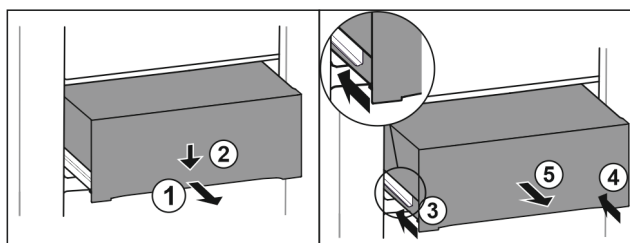

Fig. 70
- Predal izvlecite do polovice. Fig. 70 (1)
- Predal na sprednji strani potisnite navzdol. Fig. 70 (2)
- Levo vodilo potisnite približno 2 cm noter. Fig. 70 (3)
- Desno vodilo potisnite približno 2 cm noter. Fig. 70 (4)
- Predal vzemite ven v smeri naprej. Fig. 70 (5)